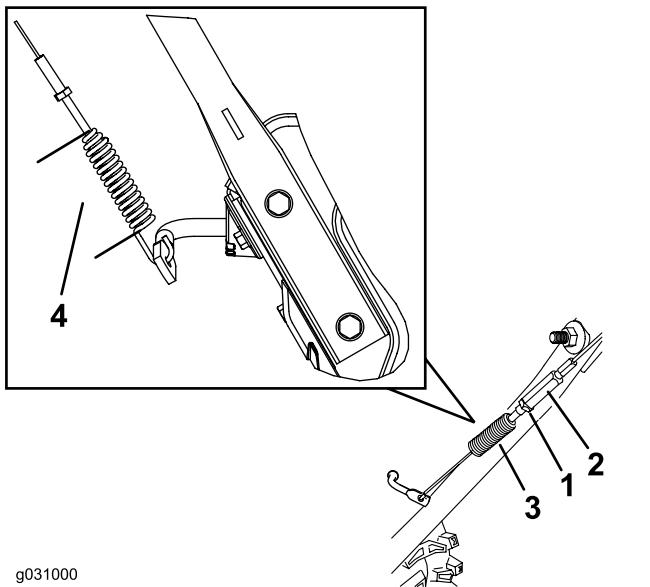

Figure 38
- Desserrez ou serrez le tendeur pour régler la longueur du ressort à 7 cm, comme illustré à la Figure 38.
- Serrez l'écrou de blocage (Figure 38) en vérifiant que le câble est légèrement tendu.